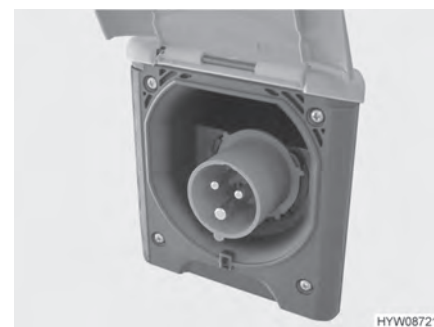

Fig. 79 Conexión de 230 V en el vehículo (caja de enchufe CEE)
- Abrir la cubierta de la conexión de 230 V en el vehículo (Fig. 79) y enchufar el conector enchufable. Prestar atención a que la saliente de retención de la tapa con resorte esté engatillada.